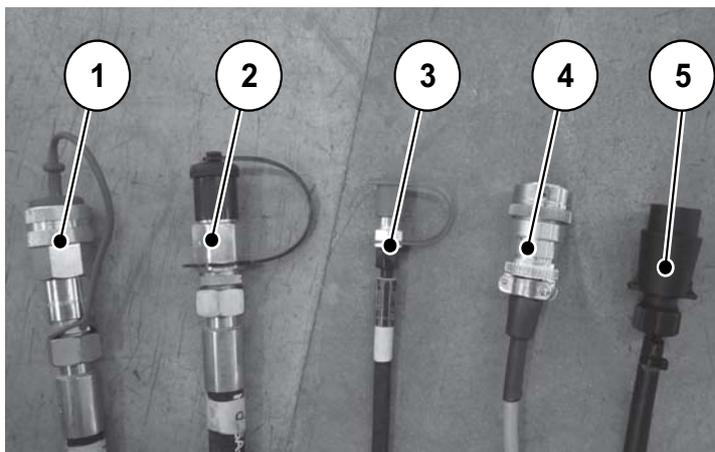

Bild 7.2: Anschlussleitungen Wurf-Mineraldüngerstreuer
4. Verbinden Sie den freien Rücklauf (Bild 7.2 Position 1), die Druckleitung (Bild 7.2 Position 2) und die LS Leitung (Bild 7.2 Position 3) mit den jeweiligen Kupplungen der Zugmaschine.
5. Schließen Sie den ISOBUS-Gerätestecker (Bild 7.2 Position 4) an die ISO-BUS-Gerätesteckdose am Heck der Zugmaschine an.
6. Schließen Sie das Beleuchtungskabel (Bild 7.2 Position 5) an.